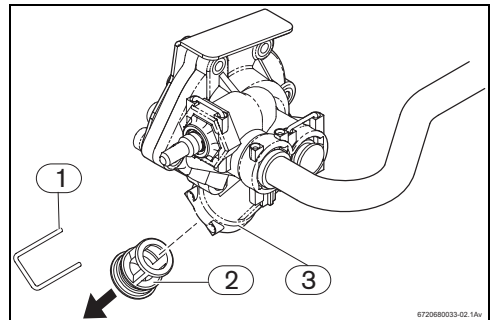

Fig. 11 Purga
- ▶ Retirar la grapilla de fijación de la tapa del filtro (→ Fig. 11 , [1]).
- ▶ Retirar la tapa del filtro (→ Fig. 11 , [2]) del cuerpo de agua (→ Fig. 11 , [3]).